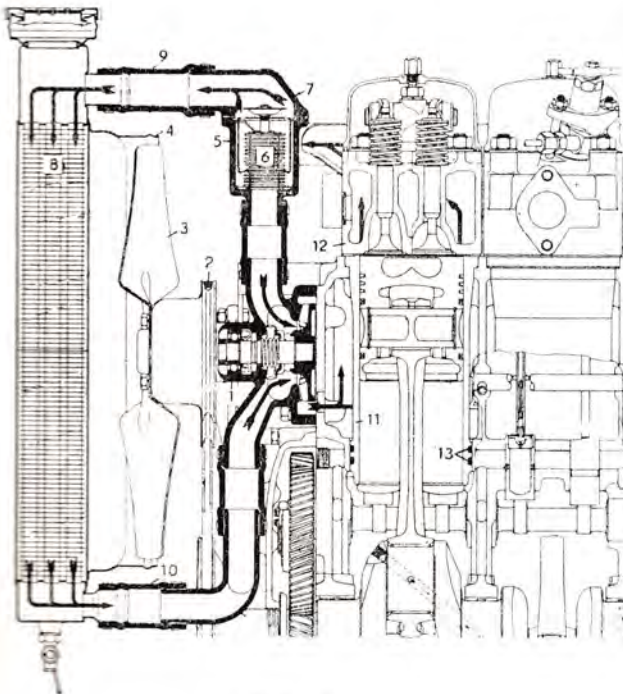

Abb. 6
Das Kühlsystem des Motors ist eine Wasserkühlung mit Zwangsumlauf. Den Kreislauf des Wassers sichert eine Wasserpumpe (Abb. 6/1), die durch einen Keilriemen angetrieben wird (2). An der Riemenscheibennabe ist ein Lüfter (3) befestigt, der durch den Luftsammler (4) abgedeckt ist. Der Lüfter des Schleppers Zetor 2511 und Zetor 3511 ist einflügelig, (zweiflügelig ist die Tropen-Ausführung), und mehrflügelig der Lüfter des Schleppers Zetor 4511.